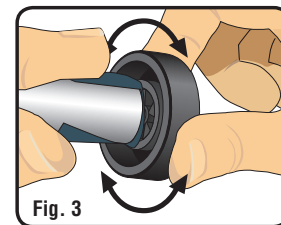

Fig. 3
3. Slide wheel onto pin, until inner hub sets flush on Tool. Holding Tool and Sandpaper in place, twist wheel firmly back-and-forth for 10 seconds (**Fig. 3**). Repeat for all wheels, using a new area of Sandpaper for each wheel.
3. Faire glisser la roue sur l'épingle, jusqu'au moyeu intérieur définit au ras de l'outil. Tenir outil de et papier de verre à la place, tourner fermement de roue en avant et en arrière pendant 10 secondes (**Fig. 3**). Répétez l'opération pour toutes les roues, à l'aide d'une nouvelle zone de ponçage pour chaque roue.